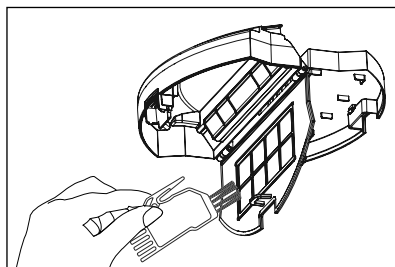

Fig. 11
- 5) Curățați filtrul sitei cu peria de curățare **10** (a se vedea fig. 11).